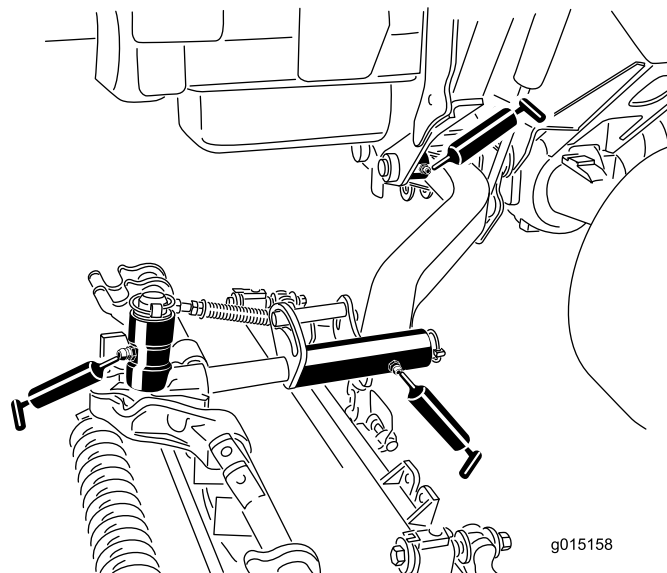

Figura 71
- Casquilhos da articulação do braço de elevação (1 por unidade de corte) (Figura 71)
- Estrutura suporte da unidade de corte (2 por cada unidade de corte) (Figura 71)
- Articulação do braço de elevação da unidade de corte (1 por cada unidade de corte) (Figura 71)